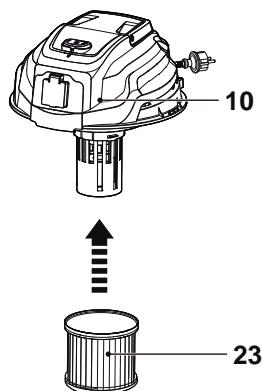
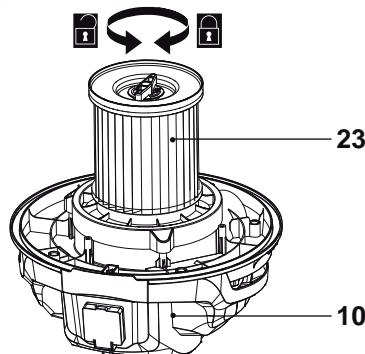

Fig. 8
Fig. 18
- > Monte o filtro do cartucho (23) na unidade do motor (10) (Fig. 8). Certifique-se de que o filtro assenta bem na posição. Consulte a Fig. 18.
Monte sempre o filtro do cartucho (23) na unidade do motor (10) para operações de aspiração a seco (Fig. 18). Manuseie o produto sem o filtro do cartucho (23) pode danificar a unidade do motor.
- > Inspecione o filtro do cartucho (23) com regularidade. Substitua-o filtro por um filtro novo, se necessário.
- > Lave o filtro do cartucho (23) com frequência, com água limpa e deixe-o secar ao ar. Não aguarde até que o filtro esteja totalmente seco. Nós recomendamos que inspecione o filtro quando o produto não alcançar uma potência de sucção suficiente.